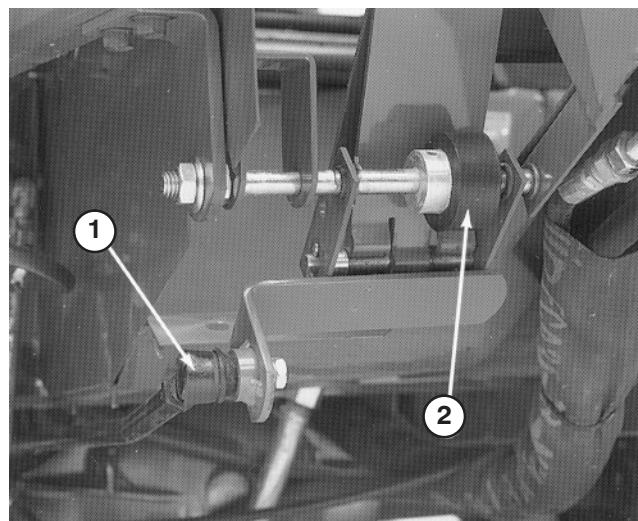

Figure 59
4. Ajustez l'extrémité de la tige de commande (Fig. 59) jusqu'à ce qu'un espace de 3 mm sépare le haut de la vis de butée de la pédale de déplacement et la pédale. Resserrez les contre-écrous.
- Desserrez les deux écrous de fixation de l'axe de la pédale de déplacement situés à droite de la pédale (Fig. 59).